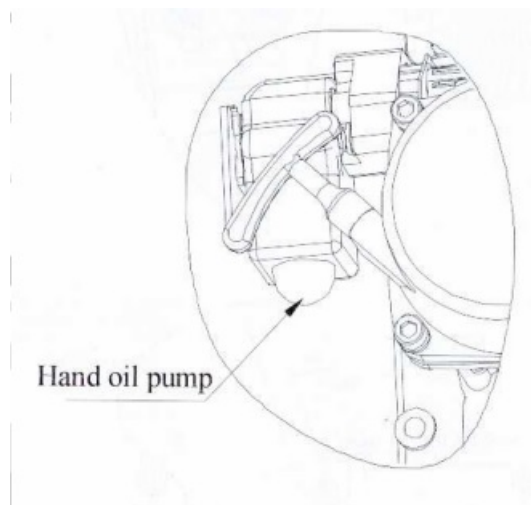

Abb. 1: Vergaser-Handpumpe
1. die Ölpumpe mehrmals von Hand betätigen, bis der Vergaser mit Kraftstoff gefüllt ist (siehe Abb. 1).